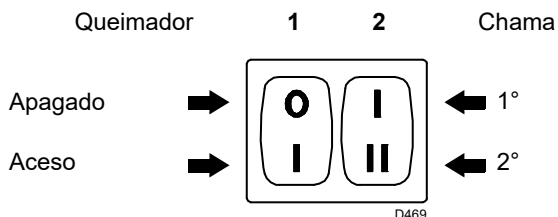
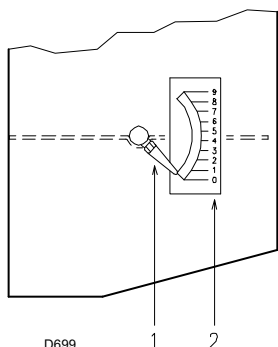
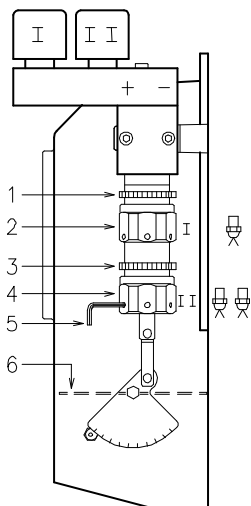

Fig. 22
Fig. 23
Fig. 24
- Colocar em funcionamento o queimador fechando os termóstatos e com o interruptor 1) (Fig. 22 Pág. 19) na posição
- Quando o gasóleo sai pelo parafuso 3), indica que a bomba está alimentada. Parar imediatamente o queimador: interruptor 1) (Fig. 22 Pág. 19) na posição “DESLIGADO” e aparafusar o parafuso 3).
Colocar o interruptor 1) (Fig. 22) na posição “ACESO”. No primeiro acendimento, ou no momento de passar da 1ª à 2ª chama, produz-se uma diminuição momentânea da pressão do combustível em consequência do enchimento do tubo que alimenta a 2ª boquilha. Esta baixa de pressão pode provocar a paragem do queimador, acompanhada, por vezes, de pulsações.
Manter o queimador funcionando na 1ª chama, colocando o interruptor 2) (Fig. 22) na posição 1ª chama. A abertura do registo 6) (Fig. 24) deve ser proporcional à da boquilha escolhida: o índice 1) (Fig. 23) deve corresponder com o número da posição 2) (Fig. 23) indicado na tabela (Tab. E). A regulação faz-se rodando o hexágono 2) (Fig. 24):
posição 2,3 (Fig. 23) em correspondência com o índice 1).
À regulação efectuada bloquear o hexágono 2) (Fig. 24) com o aro 1).
N° = Posição 2) (Fig. 23)
Colocar o interruptor 2) (Fig. 22 Pág. 19) na posição 2ª chama e regular o registo 6) (Fig. 24) actuando sobre o hexágono 4) (Fig. 24), depois de se ter aliviado o aro 3) (Fig. 24).
para facilitar a regulação dos hexágonos 2) e 4) (Fig. 24), utilizar uma chave hexagonal de 3 mm 5) (Fig. 24).